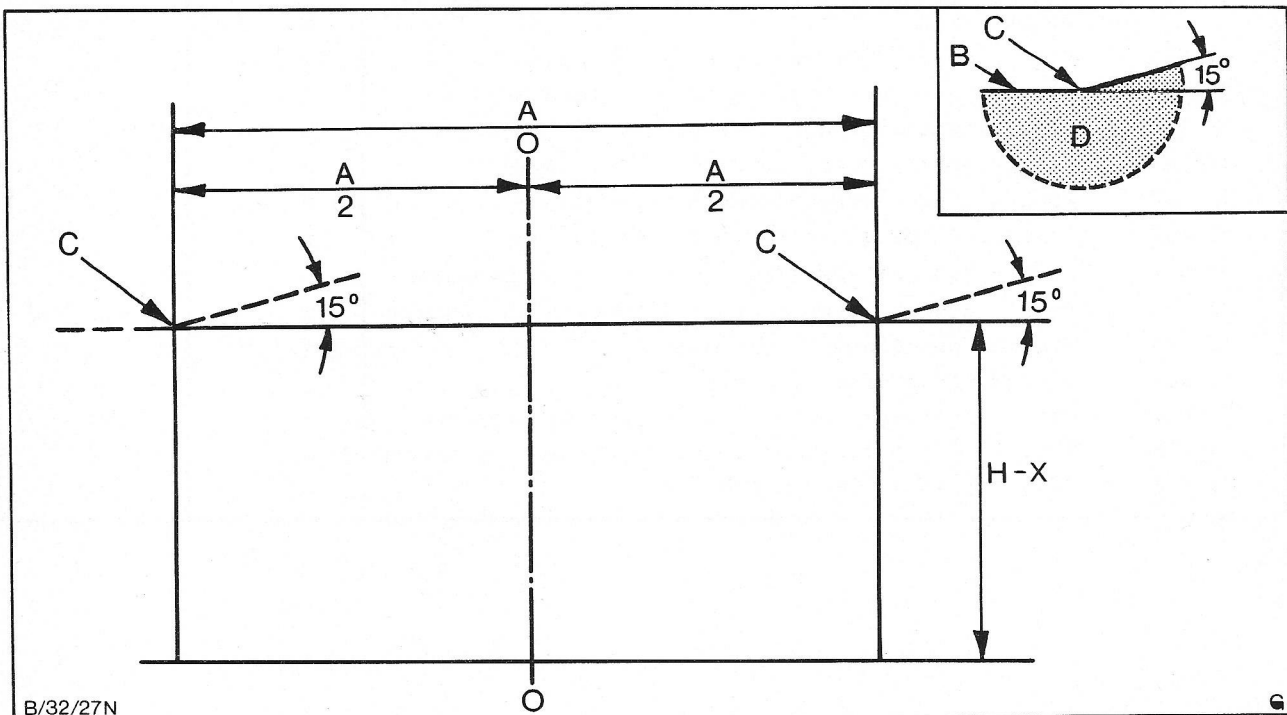

Fig.3 Schema voor koplampuitlijning (voor auto's met links stuur). De horizontale lijn op de plaats voor het bijstellen van de dimlichtbundels.
1. Plaats de auto op vlakke grond op een afstand van 10 meter van een geschikt wit paneel voorzien van verticale en horizontale lijnen zoals hieronder in fig.3 is afgebeeld. Plaats het paneel bij voorkeur op een donkere plaats.
10. Stel de lichtbundel van de rechter koplamp in het horizontale vlak af tot de kruising van de horizontale en hoekvormige lichtvlek, C, fig.3, overeenkomt met de verticale lijn op het paneel.
11. Stel de lichtbundel in het verticale vlak bij tot de licht/donkere grens van de lichtbundel, B, fig.3, overeenkomt met de gearceerde lijn op het paneel.